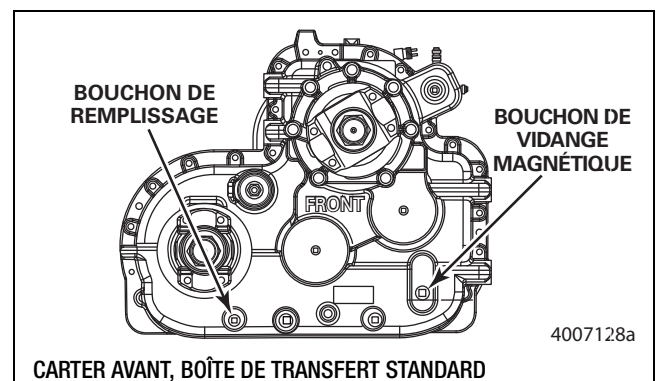

Figure 10.4
2. Nettoyer la surface autour du bouchon de remplissage. Retirer le bouchon de remplissage de la boîte de transfert. Figure 10.4. Le niveau d'huile doit atteindre le bas de l'orifice de remplissage.
2. Retirer le bouchon de vidange magnétique situé sous la boîte de transfert. Vidanger l'huile et en disposer de manière appropriée. Nettoyer le bouchon de vidange. Figure 10.4.